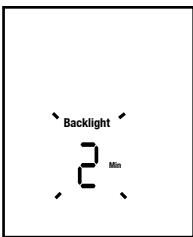

Figure 13
6. After accepting the 5/2 or 7 mode, the backlight setting icon flashes - the Backlight can be set to be on continuously (in which case "On" is displayed and flashing) or on for two minutes after the last button was pushed (in which case "2" and "Min" are displayed and flashing). See Figure 13. The Backlight time is preset at the factory to be on 2 min. Press the Up or Down button to select "On" or to select "2". Press the Next/Save button once to accept the Backlight Time and exit and save all settings.
6. Après acceptation du mode 5/2 ou 7 mode, l'icône de réglage du rétroéclairage clignote; le rétroéclairage peut être réglé pour être continuellement actif (dans ce cas, « On » s'affiche et clignote) ou actif pendant deux minutes après la dernière pression sur un bouton (dans ce cas « 2 » et « Min » s'affichent et clignotent). Voir la figure 13. La temporisation du rétroéclairage est pré définie en usine à 2 minutes. Appuyer sur le bouton Haut ou Bas pour sélectionner « On » ou pour sélectionner « 2 ». Appuyer sur le bouton Next/Save pour accepter la durée du rétroéclairage, quitter et enregistrer tous les réglages.